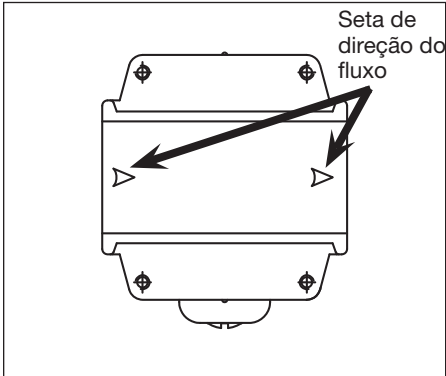

Figura 2 - Detalhe exibindo o local da seta de direção de fluxo
1. Esta seta mostra a direção do fluxo do ar (Consulte a Figura 2, detalhes).
2. Verifique se a seta está voltada para a direção do fluxo do ar (Consulte a Figura 2).